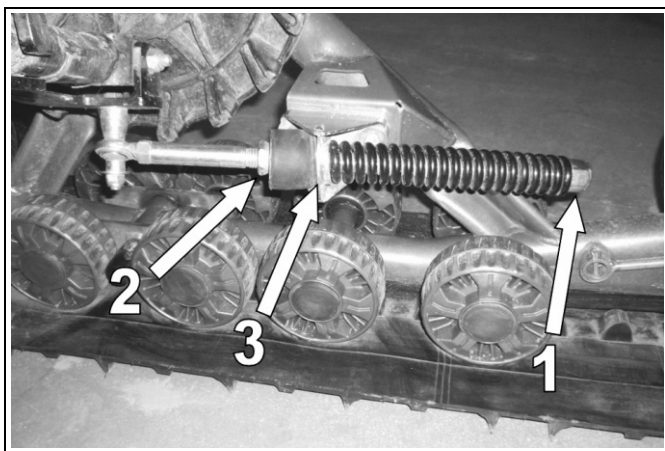

Figura 9
- Allentare il dado (1) comprimendo la molla della barra di stabilizzazione (vedere Figura 9).
- Girare il dado (2) fino a farlo entrare in contatto sia con l'ammortizzatore in gomma che con la staffa. (3). Comprimere in seguito l'ammortizzatore in gomma girando il dado (2) una volta.
- Girare il dado (1) fino a farlo entrare in contatto con la molla. Comprimere in seguito la molla girando il dado (1) 4 volte.